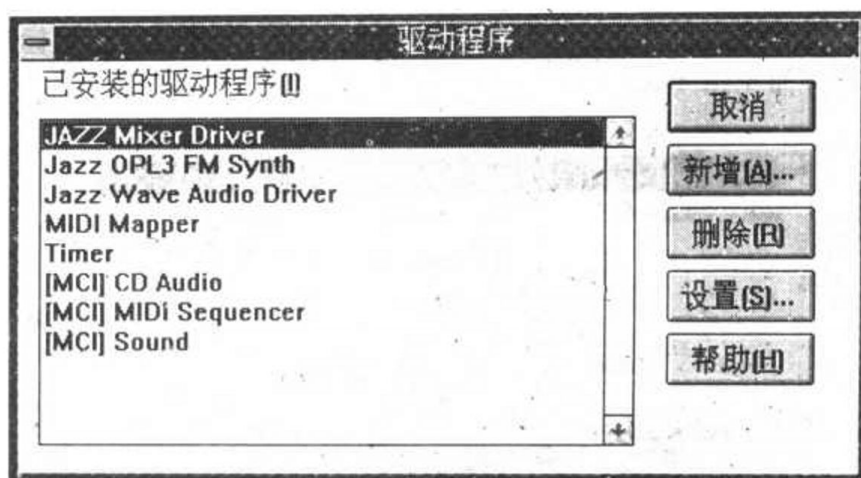

图 4-10
- ① 去到 Windows 应用程序组。
- ② 在控制台 (Control Panel) 图标处双击鼠标。
- ③ 在驱动器按钮处双击鼠标。
- ④ 选择 Pocket Mixer, 并在设置按钮处点击鼠标见图 4-10。